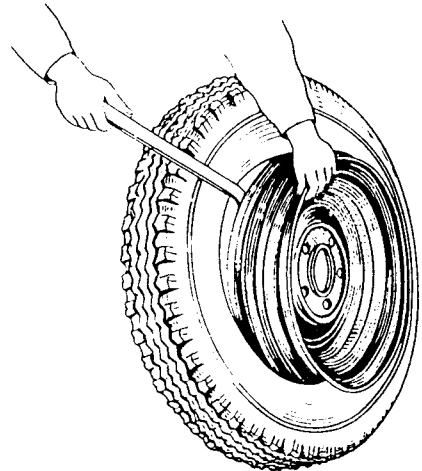

Bild 171. Demontage des Reifensinnenwulstfußes
4. Die andere Reifenwulst ins Tiefbett drücken und Reifen mit den Montierhebeln gemäß Bild 171 abnehmen.